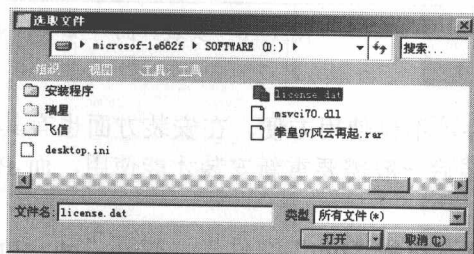

图 1-13 选取许可证服务器文件
(8) 在【指定许可证服务器】对话框中选择【锁定的许可证文件】单选项，单击 ，浏览文件，弹出【选取文件】对话框，如图 1-13 所示。